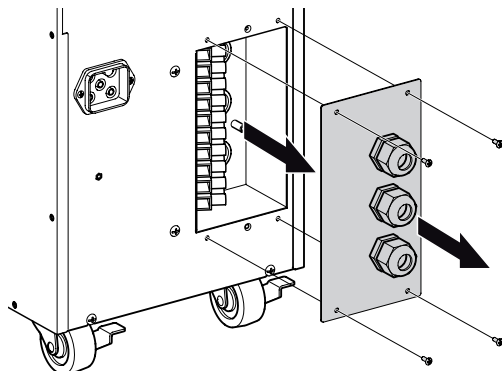

Figure 16. Accès au bornier
1. Accès au bornier : dévissez les 4 vis du couvercle du bornier (voir figure 16)